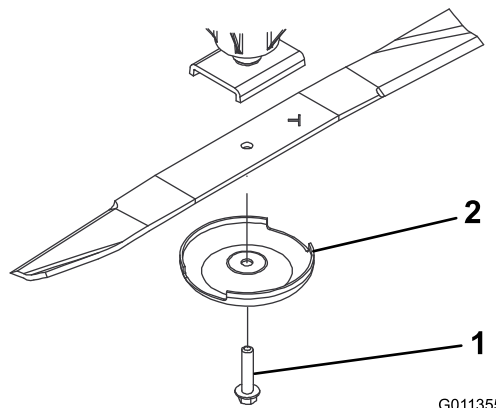

Figura 59
2. Fixe a extremidade da lâmina utilizando um pedaço de tecido ou uma luva grossa. Retire o parafuso da lâmina, o recipiente antidanos e lâmina do eixo (Figura 59).
3. Instale a lâmina, com a aba voltada para a plataforma de corte, com o recipiente antidanos e o parafuso da lâmina (Figura 59). Aperte o parafuso da lâmina com 115–149 N·m.